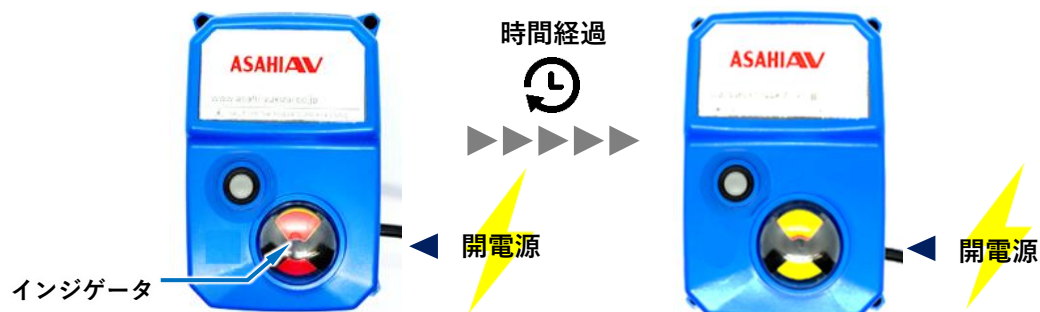

図 7.2-2 開制御
- ① アクチュエータのインジゲータが『赤色一色』であることを確認します。
- ② 配電盤からアクチュエータへ開電源(プリーケーブルの青-黒間に電源)を供給します。
- ③ 時間経過後、アクチュエータのインジゲータが『黄色一色』で自動停止することを確認します(図 7.2-2)。